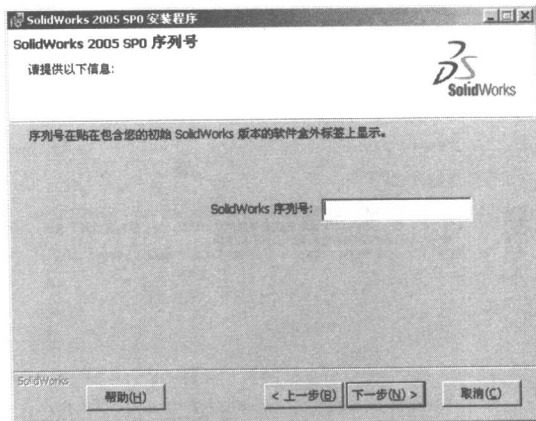

图 1-4
4. 输入厂商提供的序列号，单击（下一步）按钮，如图 1-4 所示。